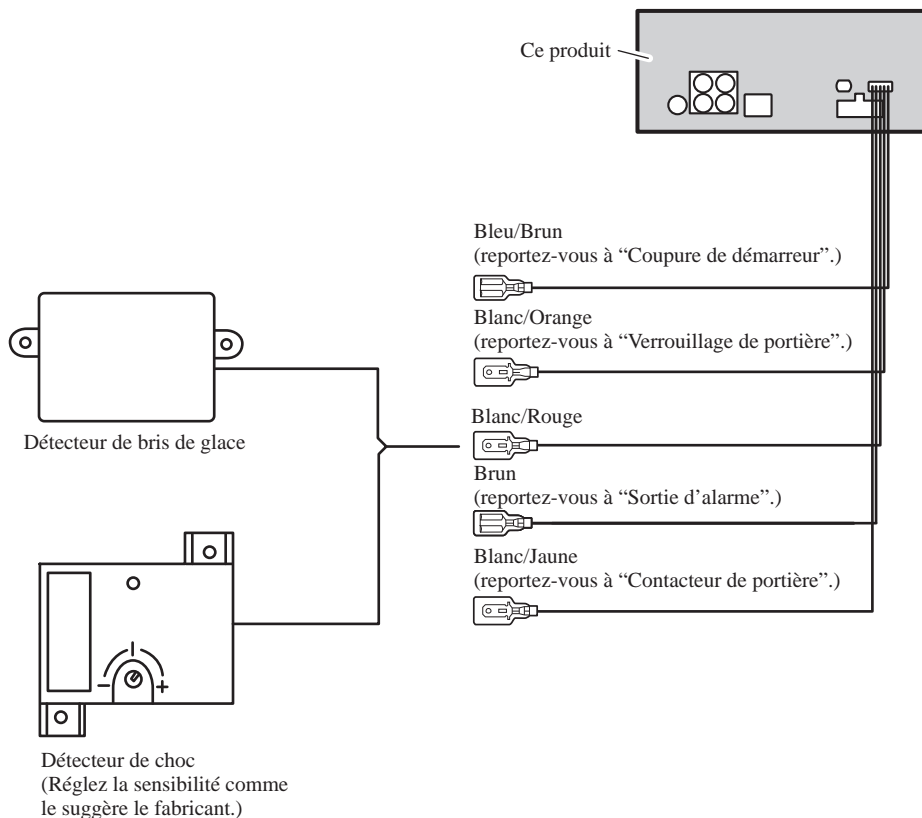

Fig. 7
- **Blanc/Rouge (Détecteur d'alarme, ALARM SENSOR) (Fig. 7)**